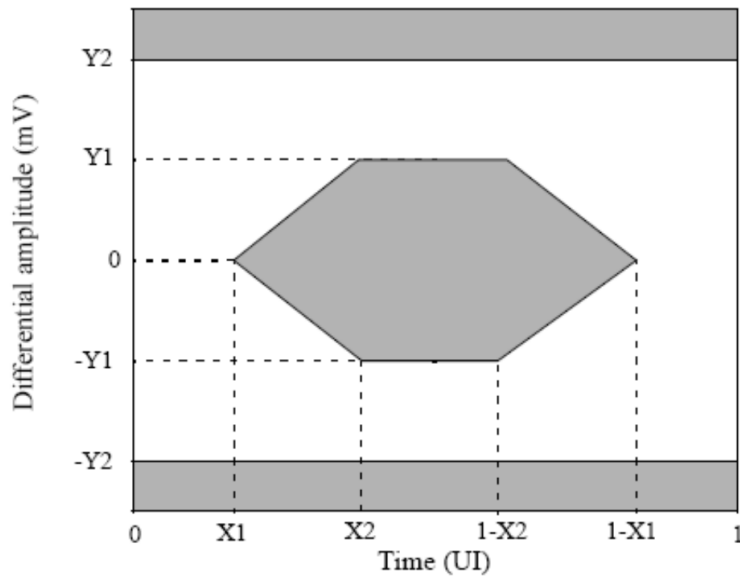

图 1
2. 命中率  $5 \times 10^{-5}$ 。有关发射端输入眼图定义，请参见图 1。